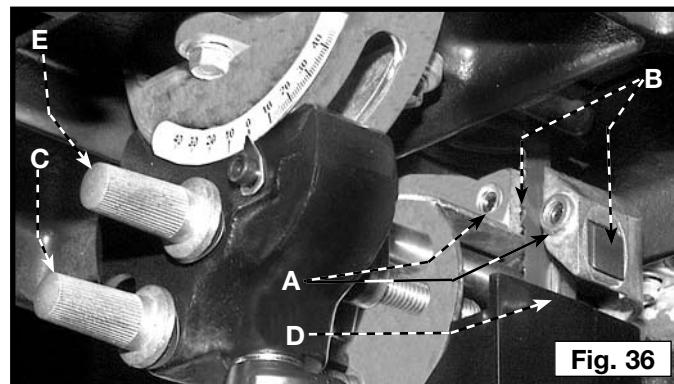

Fig. 36
1. Ajuste el borde delantero de los bloques de guía (B) Fig. 36 de modo que sean justos detrás de los gulletos. de los dientes de la sierra. Dé vuelta con estrías de la perilla (C) Fig.36 para hacer este ajuste. Compruebe del cojinete de la ayuda (D) Fig. 36.
2. Afloje de dos tornillos (A) Fig. 36. Mueva las guías (B) tan cerca como sea posible al lado de la lámina, teniendo cuidado de no pellizcar la lámina. Apriete los tornillos (A).
3. Dé vuelta a la otra perilla con estrías (E) para ajustar más baja del cojinete de la ayuda de la lámina (D) Fig. 36 de modo que sea el cerca de 1/64" detrás de la parte posterior de la lámina.